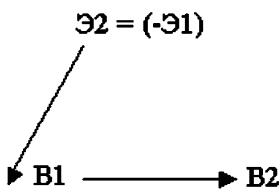

Рис. 9
**Если результат действия имеет двойственный - полезный и вредный характер в силу используемого физического явления, проверить - нельзя ли вместо данного явления использовать явление, физически противоположное ему (рис.9).**